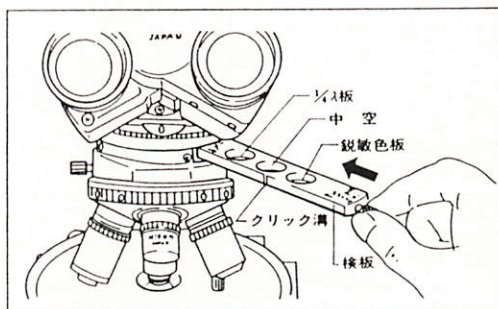

図 23
- $\frac{1}{4}$ 入板側のつまみを外し、クリック溝を手前側にして、中間鏡筒Pのコンベンセータスロットへ手前から差し込み、外したつまみを元通りねじ込みます。（図23）